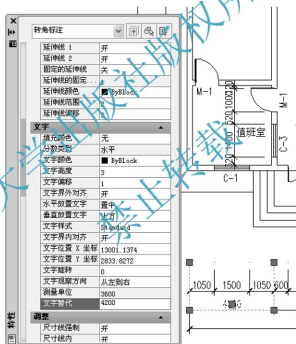

图 3.51 在【文字替代】文本框内输入“4200”
(2) 单击【标准】工具栏上的特性图标  或在命令行输入“Pr”并按 Enter 键，打开【对象特征管理器】。
(3) 向下拖动左侧的滚动条直至滚动至如图 3.51 所示位置，并在【文字替代】文本框内输入“4200”，然后按 Enter 键确认。
(4) 关闭【对象特性管理器】，按 Esc 键取消夹点。这样 1 轴线和 2 轴线之间的尺寸由“3600”变为“4200”。